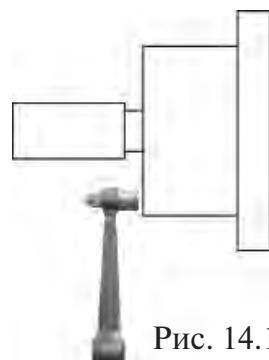

Рис. 14.1
14.2. Калибровка устройства измерения дистанции . Для оценки погрешности устройства ввода дистанции выдвиньте штангу ввода параметров и уприте ее палец в задний торец фланца вала, как показано на рис.14.1. При этом на индикаторах 1 отображается символ А, а на индикаторах 4 величина введенной дистанции. Если величина дистанции на индикаторах 4 не равна  $4,6 \pm 0,2$ , то устройство ввода дистанции требует калибровки.